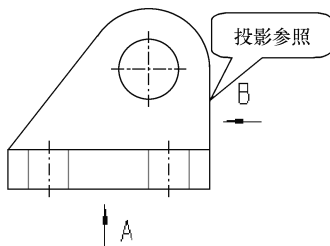

图 10-95 插入右视图投影箭头
(13) 按照步骤(8)~步骤(13)的方法, 标注并调整右视图的投影箭头和名称, 如图 10-95 所示。注意: 在主视图上选取立体的右端面作为父项视图上的投影参照, 视图名为 B。